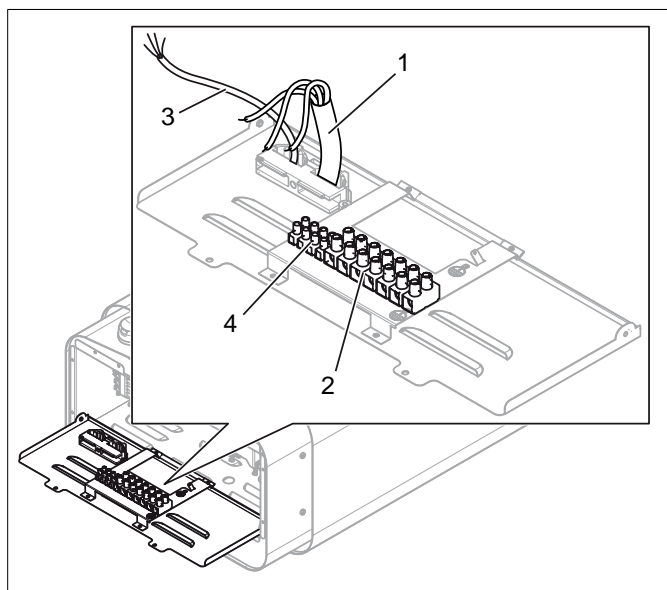
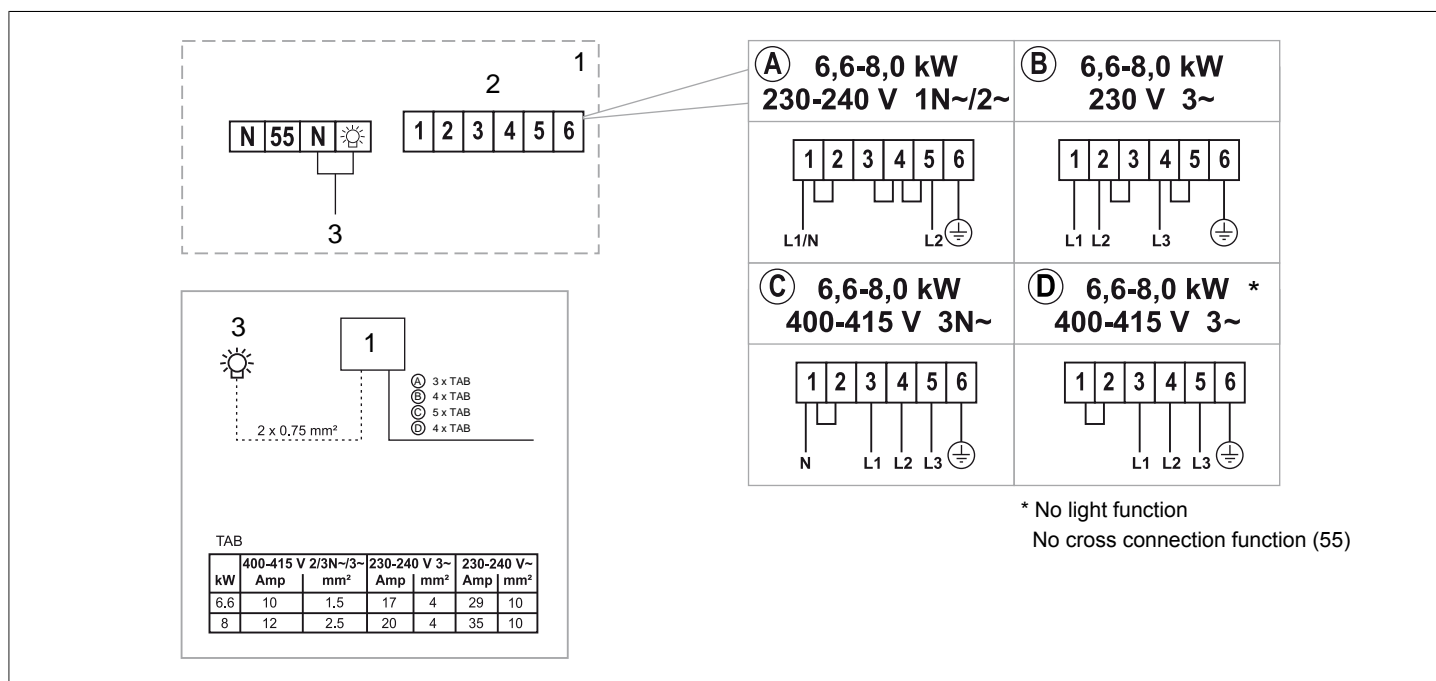

Рисунок 6: Монтажная плата
Рисунок 12: Схема соединений
Подключите провод (1) к соединению (2) (см. **Рисунок 6**, страница 4) согласно схеме соединений (см. Раздел **Подключение/Схема соединений**, страница 6).
4. Подключите провод к соединению (3) см. **Рисунок 6**, страница 4 к клеммнику (4) согласно схеме соединений **Рисунок 12**, страница 6.
При подключении к источникам напряжения или при ином числе фаз (если это не указано в **Рисунок 12**, страница 6 свяжитесь с технической службой TyLö.